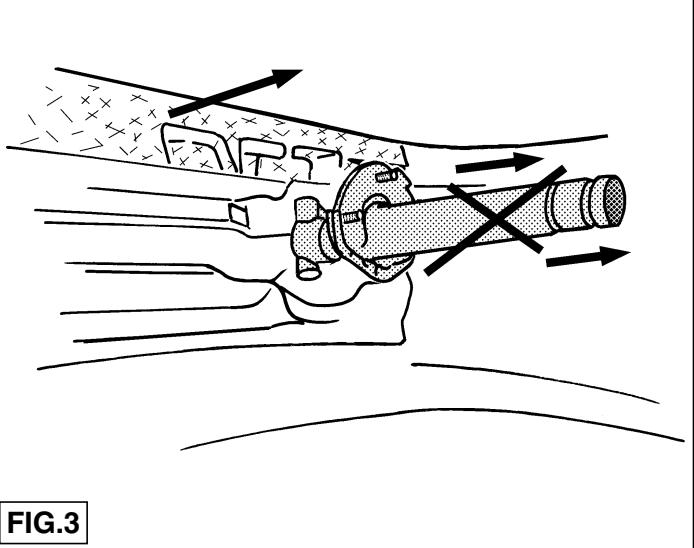
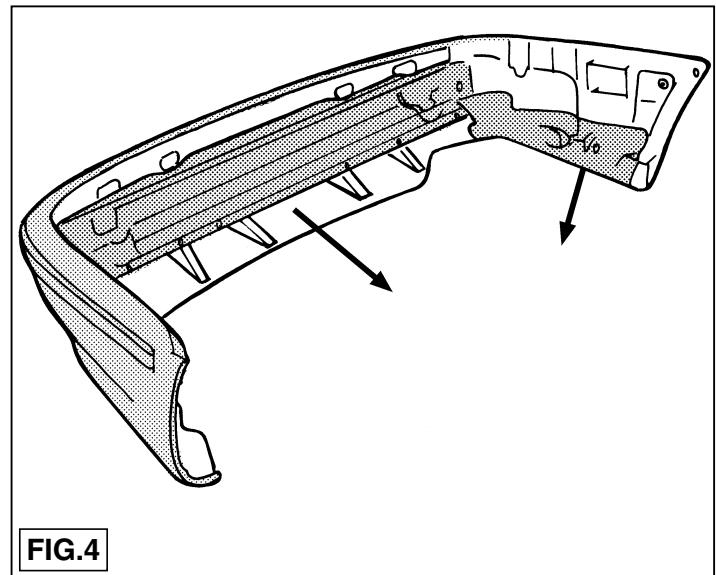
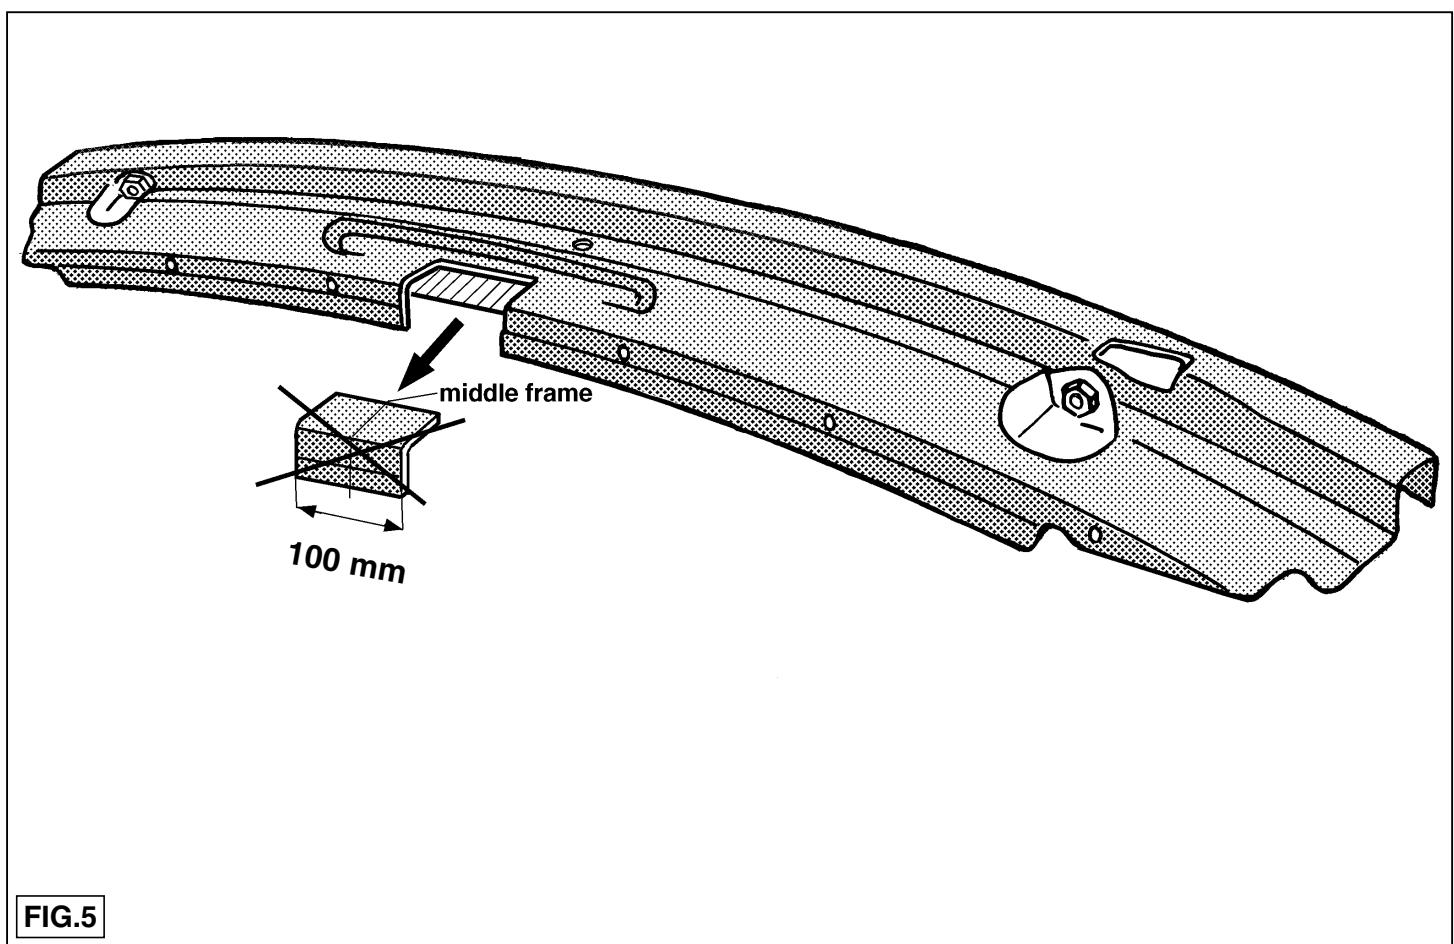

FIG.3
FIG.4
FIG.5
1. Ta bort de i fig. 1 markerade delarna ur bagageutrymmet. Demontera stötfångaren. Stötfångarens fästskruvar "till vänster i bagageutrymmet" anges i fig. 2. Situationen till höger är spegelvänt. Demontera stötdämparna ur stötfångaren enligt fig. 3. Dessa sätts inte tillbaka. Ta bort lättmetallramen, påfyllningsdelen av polystyren och, om monterad, värmeskölden ur stötfångaren enligt fig. 4. Såga ut mittdelen ur lättmetallramen längs den förstansade streckade linjen (fig.5).
monteret, varmeskjoldet i fig. 4. Såga ut midtleden ur lattemetalra-
men langs den forstansade strekade linjen (fig. 5).
1. Retirar del maletero las partes indicadas en la fig. 1. Desmontar el parachoques. Los tornillos de fijación del parachoques "a la izquierda en el maletero" se indican en la fig. 2. La situación a la derecha es su inversa. Desmontar de acuerdo con la fig. 3 los amortiguadores del parachoques. Los amortiguadores no se vuelven a poner. Retirar del parachoques el armazón de metal ligero, el espaciador de poliestireno y, si presente, el escudo térmico de acuerdo con la fig. 4. Serrar de acuerdo con las fig. 5 y fig. 5a las partes indicadas del armazón metálico.